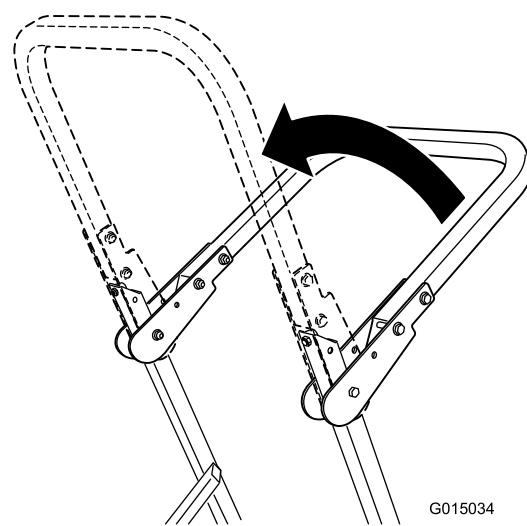

Figure 10
2. Relevez l'arceau de sécurité en position redressée (Figure 10).